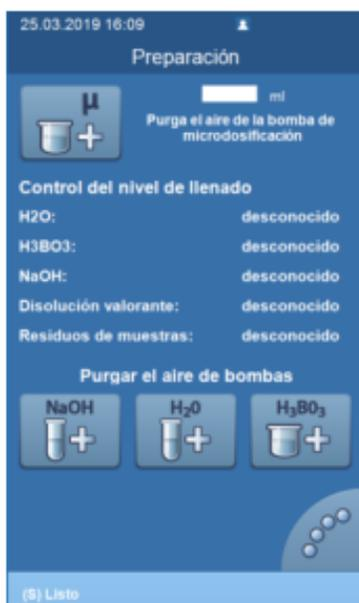

Figura 5
5.1.4.1 Antes de cada destilación se debe realizar la calibración del electrodo con buffer certificados de pH4 y pH7 como se detalla en la figura 5
5.1.4.3 Si se observan burbujas en las mangueras o se cambia algunas de las soluciones se deben purgar las bombas como se detalla en la figura 5